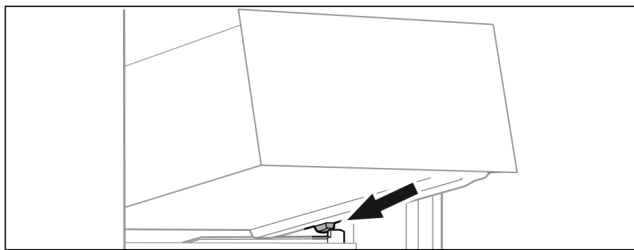

Fig. 82
- Nasadte zásuvku šikmo za zářez na žebrování na nádobu. (viz Fig. 82)